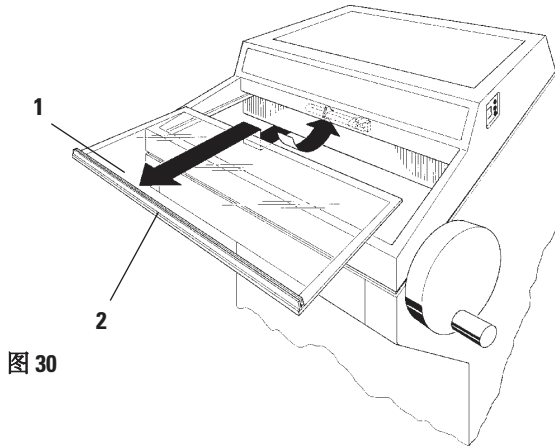

图 30
- 滑窗关闭时稍稍将其抬起，握住提供的把手将其向前拉出(图30)——参见“第 9.3.6 节，换灯”。